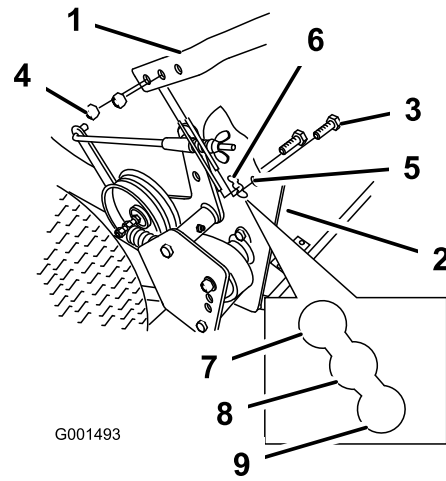

Figura 15
- Afloje los pernos (3/8 x 1-1/4 inches) y tuercas con arandela prensada superiores que sujetan el manillar al bastidor trasero (Figura 15).
- Quite los pernos inferiores (3/8 x 1 inch) y las tuercas con arandela prensada que sujetan el manillar con el bastidor trasero (Figura 15).